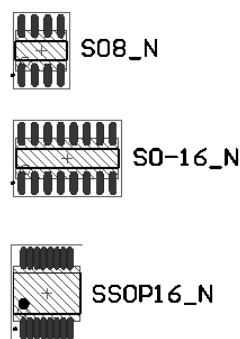

图 3.7.39 贴片封装 SOP 的模型
(2) SOP：是双列小贴片封装的集成电路，和 DIP 封装对应，芯片体积小，工业生产上大规模使用，如图 3.7.39 所示。